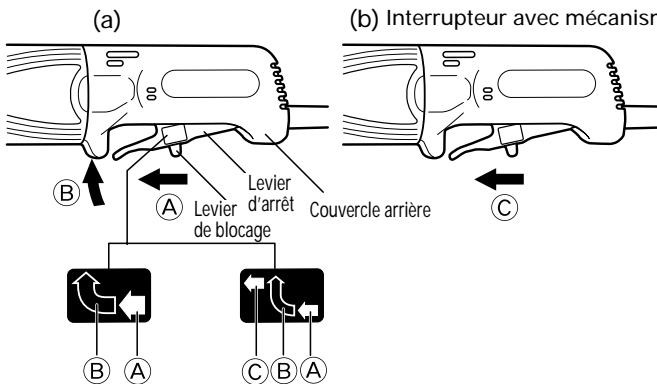

Fig. 3
Pour mettre l'outil en marche, pousser le levier de blocage dans la direction de (A) et appuyer sur le levier d'arrêt dans la direction de (B) comme indiqué sur la Fig.3-a.
Ensuite, poussez le levier de blocage dans la direction de (C) comme indiqué sur la Fig.3-b tout en appuyant sur la levier d'arrêt pour verrouiller et permettre un fonctionnement continu.
Pour annuler le mode de blocage, appuyer sur le levier d'arrêt dans la direction de (B) comme indiqué sur la Fig.3-a et relâcher le levier d'arrêt pour arrêter l'outil.